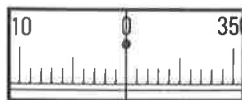

図4.4
- 2) A点を視準し、水平目盛盤窓⑭を見ながら水平目盛盤回転リング⑮を回して0°に合わせます。(図4.4)